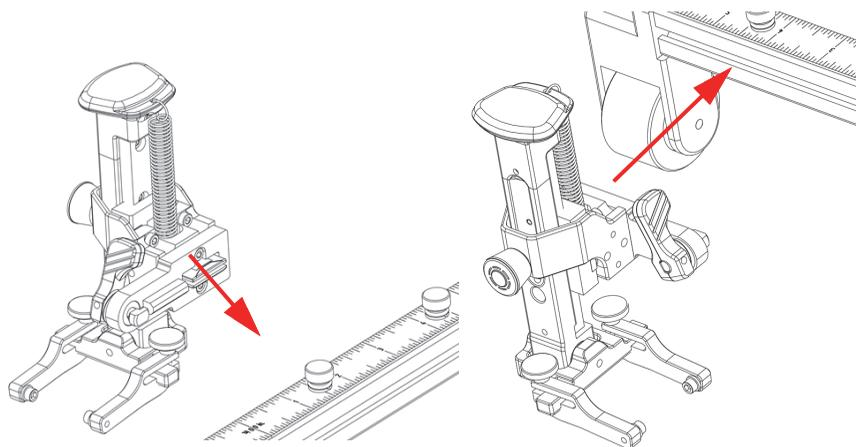

Рис. 2-11 Выравнивание держателя ПЭП со слотом направляющей
2. Совместите держатель ПЭП со слотом направляющей, убедившись, что оба расположены параллельно друг другу (Рис. 2-11 на стр. 54).